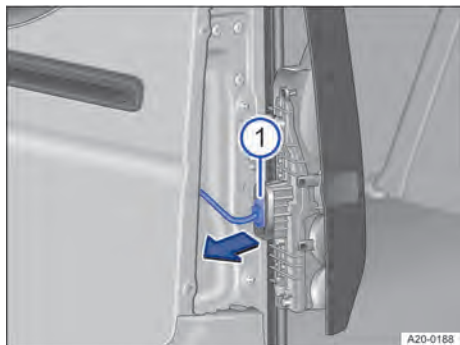

Fig. 186 Sur le bloc de feux arrière : débranchement du connecteur
① Vis de fixation
1. Débranchez le connecteur dans le sens de la flèche → fig. 186 ①.
4. Rebranchez le connecteur sur le porte-ampoule → fig. 186 ①.